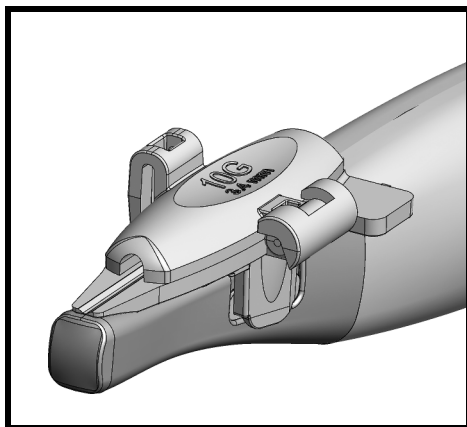

Рисунок 4. UA1346 установлена на датчике (здесь показан без оболочки датчика).
- 7 На Рис. 4 показана направляющая для иглы, установленная на датчик.